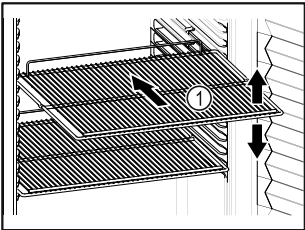

Fig. 61 Reprezentare exemplificativă
- Dacă grătarele tip poliță Fig. 61 (1) pot fi mutate, adaptați-le în funcție de înălțime.